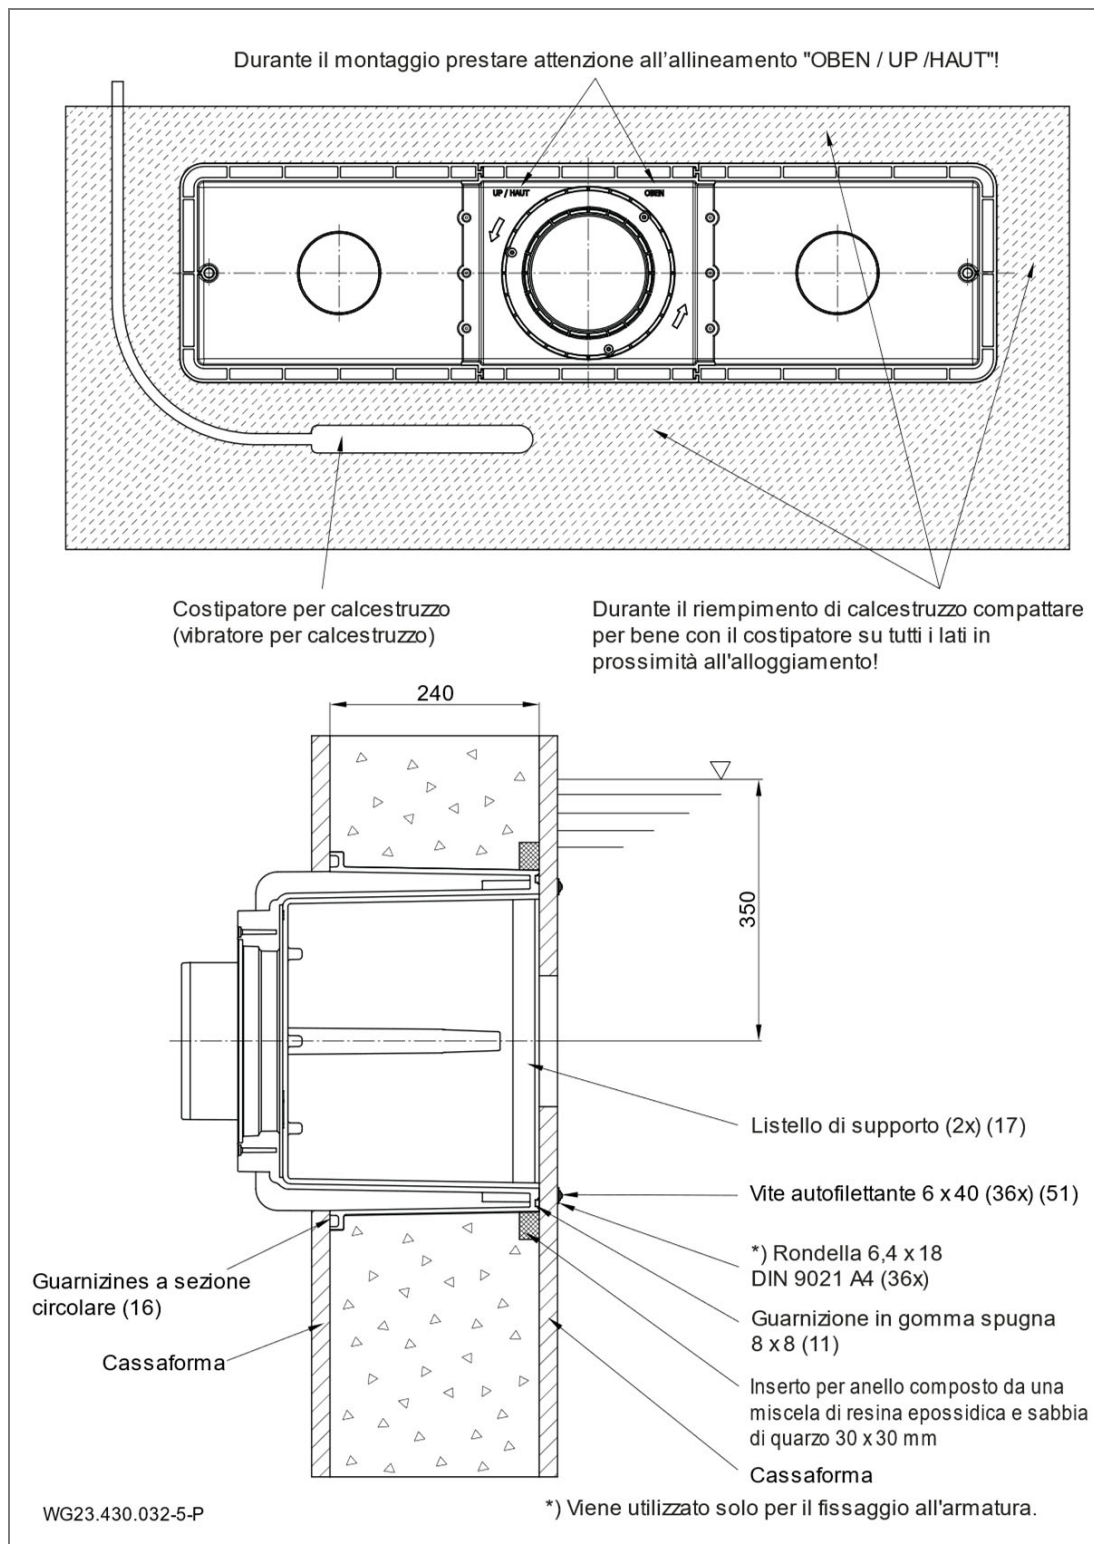

Fig. 5
Per l'impermeabilizzazione della parete in calcestruzzo, si consiglia di creare un anello circonferenziale di resina epossidica/sabbia di quarzo sulla parete esterna dell'alloggiamento (1) sul lato della vasca. Vedere "Fig. 5" a pagina 22.